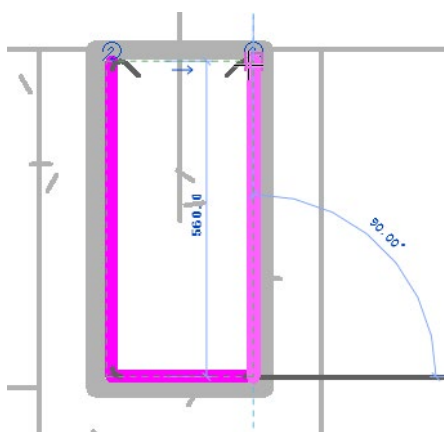

图 13-17 绘制草图 (1)
(2) 打开“修改|放置钢筋”选项卡，单击“绘制钢筋”按钮，选择放置钢筋的主体，这里选择梁。
(3) 打开如图 13-12 所示的“修改|创建钢筋草图”选项卡，单击“绘制”面板中的“线”按钮，绘制如图 13-17 所示的钢筋草图。